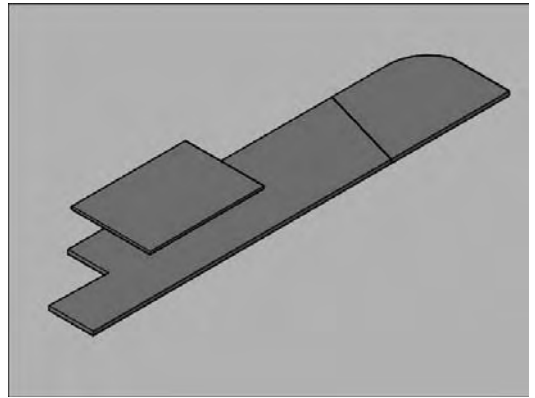

Fig.20.17
- 2 Extrudez les contours de respectivement 30, 20 et 20 cm (fig.20.17).